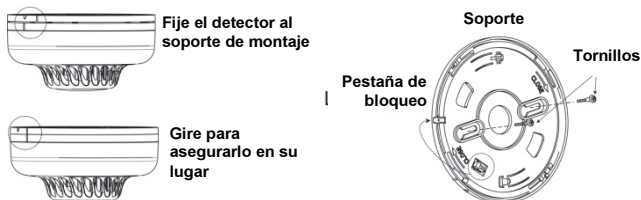

Figura 7: Instalación del detector de humo y calor
Para instalar el detector (ver Figura 7 y 8)
2. Quite el pasador de fijación que sujeta el soporte de montaje a la unidad (ver Figura 7).
6. Fije el soporte con tornillos (incluidos), como se muestra en la Figura 7.
7. Inserte el pasador de fijación para asegurar el soporte al detector (ver Figura 7).